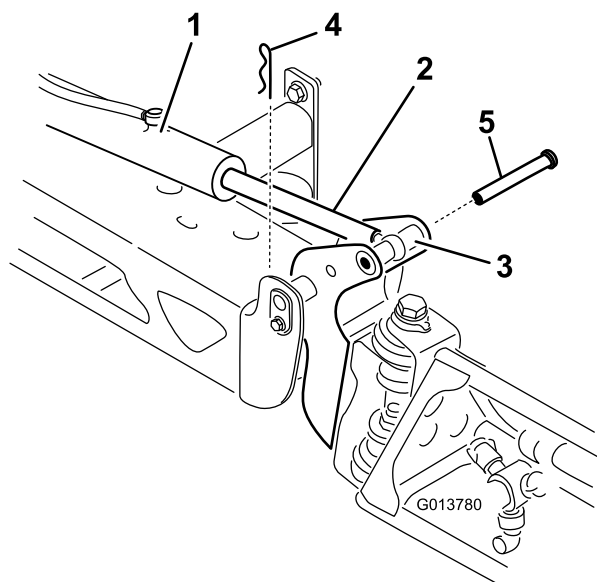

Figura 113
2. Retire la chaveta del pasador de giro (Figura 113).
3. Levante el brazo, retire el pasador (**Figura 113**), y baje el brazo lentamente al suelo.
9. Sujetando el brazo, introduzca el pasador a través del pivote del brazo y del émbolo del actuador (**Figura 113**).